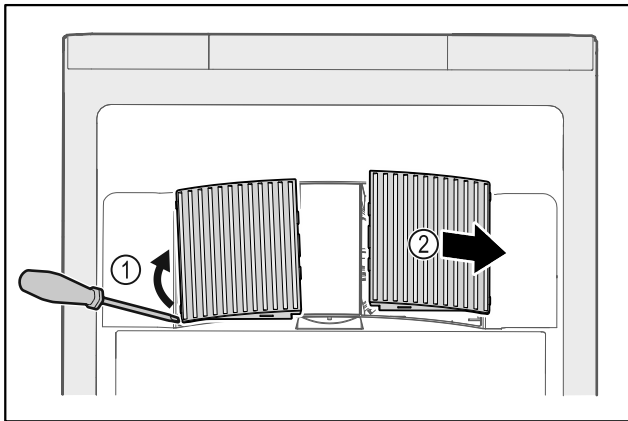

Fig. 228
- ▶ 从侧面小心撬开风机盖板 Fig. 228 (1) 并朝前取下 Fig. 228 (2)。